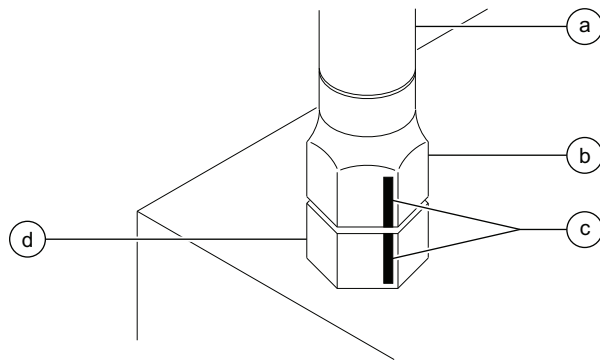

Figura 1
- 2 Realice una marca de referencia con un rotulador indeleble en una de las caras de la tuerca hexagonal continuando sobre la misma cara de la conexión hexagonal. Ver figura 1.